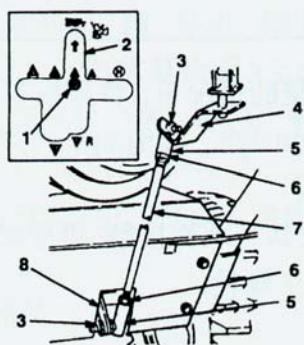

图6
1. 将球窝接头上部插入架板的前部, 用锁紧螺母紧固。(图6)
2. 将球窝接头下部插入传动杆右侧, 用锁紧螺母紧固。(图6)
母。(图6)
5. 旋转球窝接头, 直至换挡杆于动力换挡槽对齐。(图6)
6. 安换挡杆于传动杆上, 旋紧图示6处的螺母。(图6)